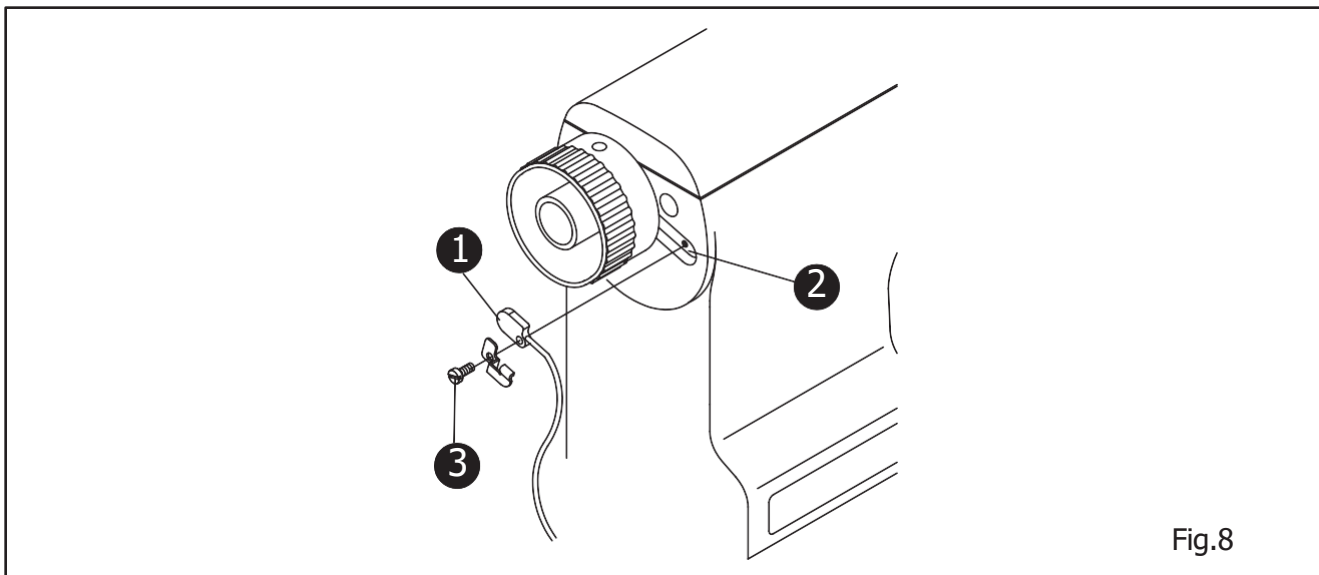

Fig.8
1. Pressione o sincronizador oculto na ranhura longa da cabeça da máquina e, em seguida, aperte o parafuso (3). (Fig. 8)